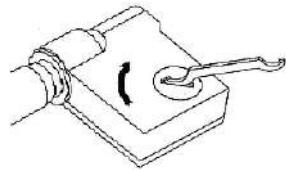

Рис. 3
- Установите крышку батарейного отсека на место и поверните по часовой стрелке, чтобы зафиксировать ее (рис.3).